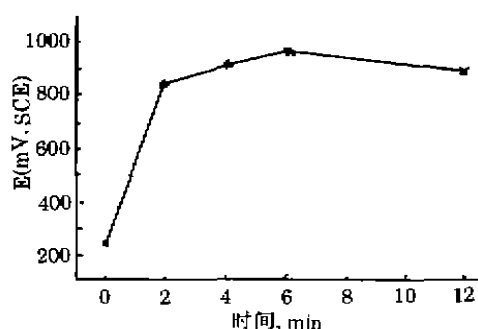

图 2 钝化时间与点蚀电位关系
2.3.1 在 25% 硝酸, 2.5% 重铬酸钾的钝化液中, 钝化温度 30℃, 钝化时间分别为 2h, 4h, 6h, 12h 条件下测得点蚀电位见图 2。
从图 2 可以看出,在 30℃ 钝化温度下,钝化 6h 点蚀电位达到最高值,且平行试样测试中点蚀电位重现性好,产品耐蚀性能稳定。若钝化时间过短,如 2h,则同批产品中钝化性能质量不稳定,点蚀电位差异较大。